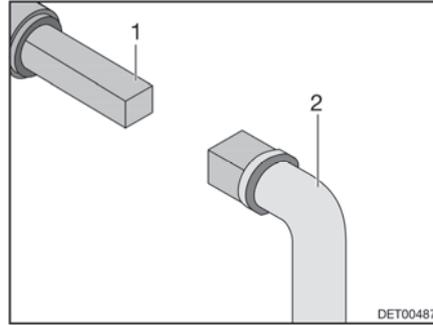

Fig. 97 Manejo del grifo para la eliminación de aguas residuales
- Insertar la llave (Fig. 97,2) en el cuadrado (Fig. 97,1).